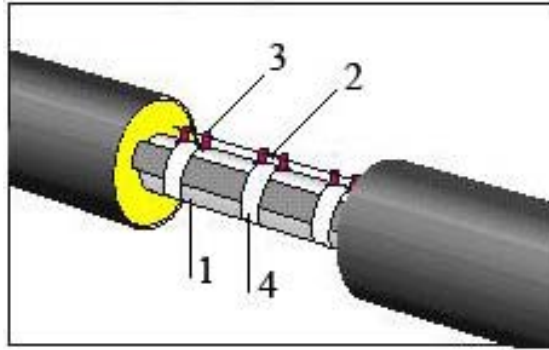

рис.17.
3.5.1 Монтаж проводів сигналізації на стиках труб (рис.17.):